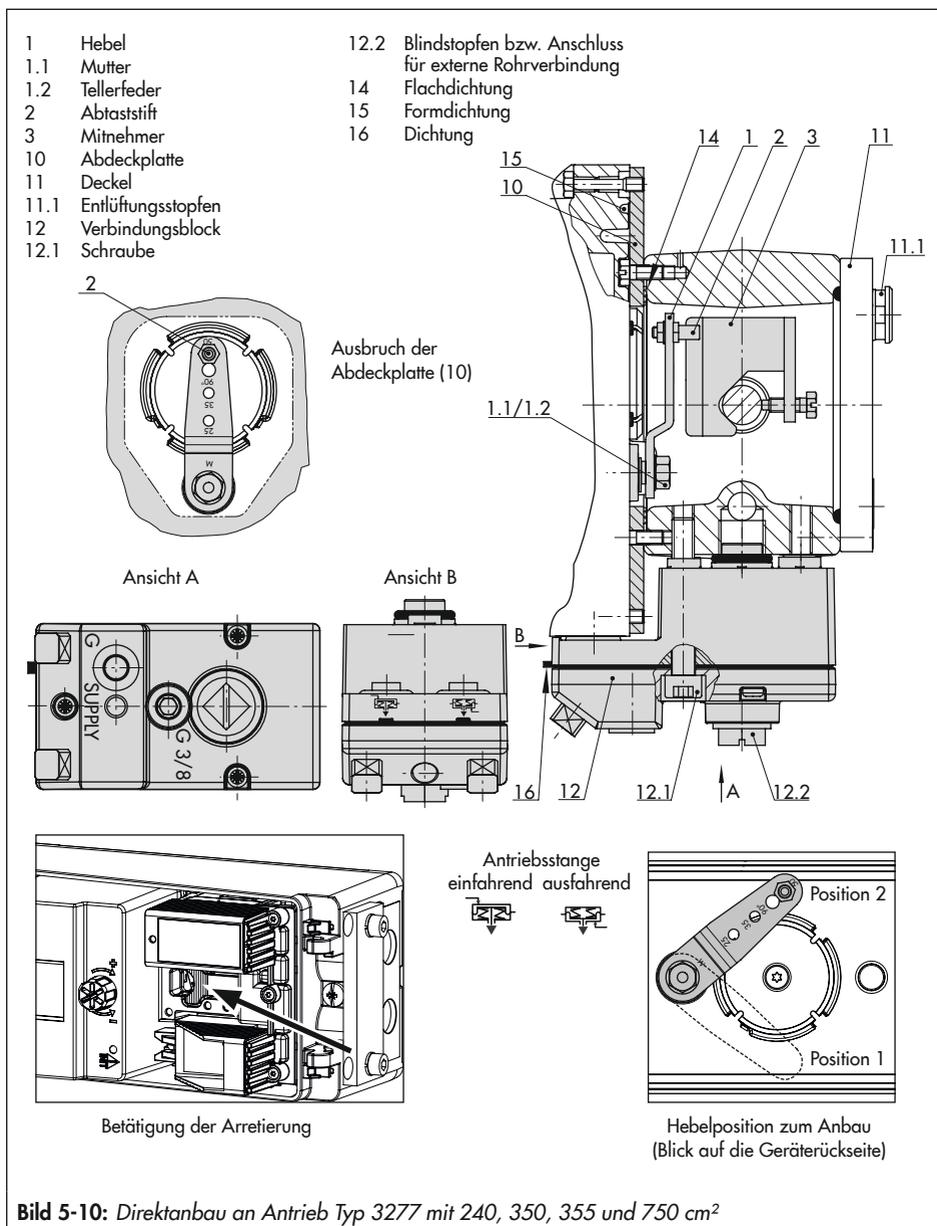

Bild 5-10: Direktanbau an Antrieb Typ 3277 mit 240, 350, 355 und 750 cm²
- Vgl. Bild 5-10
1. Mitnehmer (3) an die Antriebsstange setzen, ausrichten und so festschrauben, dass die Befestigungsschraube in der Nut der Antriebsstange sitzt.
2. Abdeckplatte (10) mit schmaler Seite des Ausbruchs in Richtung zum Stelldruckanschluss befestigen, die aufgeklebte Flachdichtung (14) muss zum Antriebsjoch zeigen.
3. Stiftposition des Abtaststifts (2) am Hebel M (1) kontrollieren. Anbausituation den Hubtabellen entnehmen und Stift ggf. umsetzen (vgl. Kap. 5.2.1).
4. Formdichtung (15) in die Nut des Stellungsreglergehäuses einlegen.
5. Hebel so lange gegen den Uhrzeigersinn drehen, bis die Federkraft spürbar (Position 1) ist und anschließend in die Position 2 (vgl. Bild 5-10, unten rechts) weiterdrehen.
6. Arretierung der Welle betätigen (vgl. Bild 5-10, unten links), um Hebel in Position 2 zu halten.
7. Stellungsregler an der Abdeckplatte so aufsetzen, dass der Abtaststift (2) auf der Oberseite des Mitnehmers (3) zu liegen kommt. Der Hebel (1) muss mit Federkraft auf dem Mitnehmer aufliegen.
9. Arretierung der Welle des vorbereiteten Stellungsreglers betätigen (vgl. Bild 5-10, unten links) und Hebel in Position 2 halten.